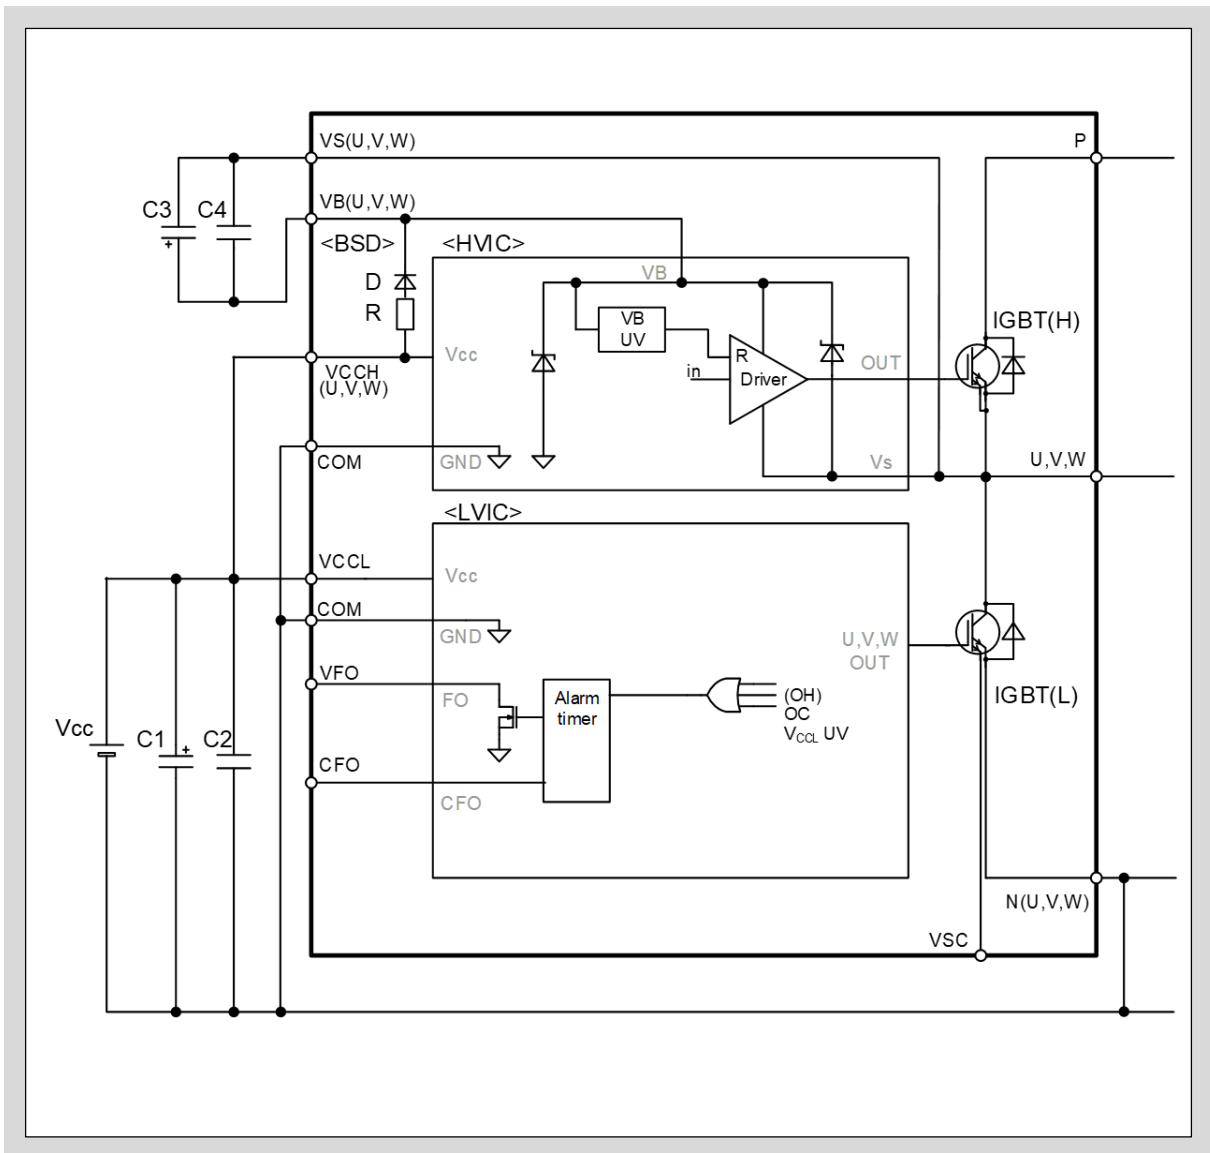

图3-4 上桥驱动电源 $V_{B(*)}$ 的欠压保护电路
- 图3-4是上桥驱动电源引脚 $V_B(U,V,W)$ - $V_S(U,V,W)$ 间电压 $V_{B(*)}$ 的欠压 (UV) 保护电路示意框图。
- 如图3-4所示, $V_B(U,V,W)$ - $V_S(U,V,W)$ 和 $V_B(U,V,W)$ -COM 引脚间通过二极管连接。这些二极管是为了保护本产品免受浪涌电压影响而内置的。如果将其作为稳压管使用,可能会导致本产品损坏,因此请不要将其作为稳压管用于电压钳位。